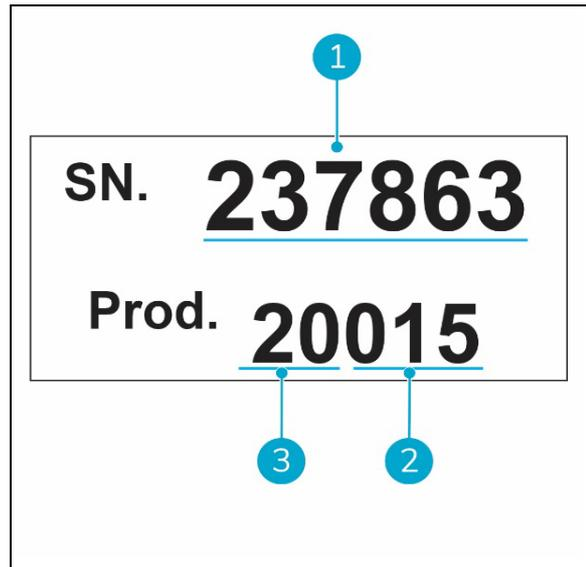

Abbildung 3
- Seriennummer (Abbildung 3, Pos. 1).
- Produktionstag (Abbildung 3, Pos. 2).
- Produktionsjahr (Abbildung 3, Pos. 3).